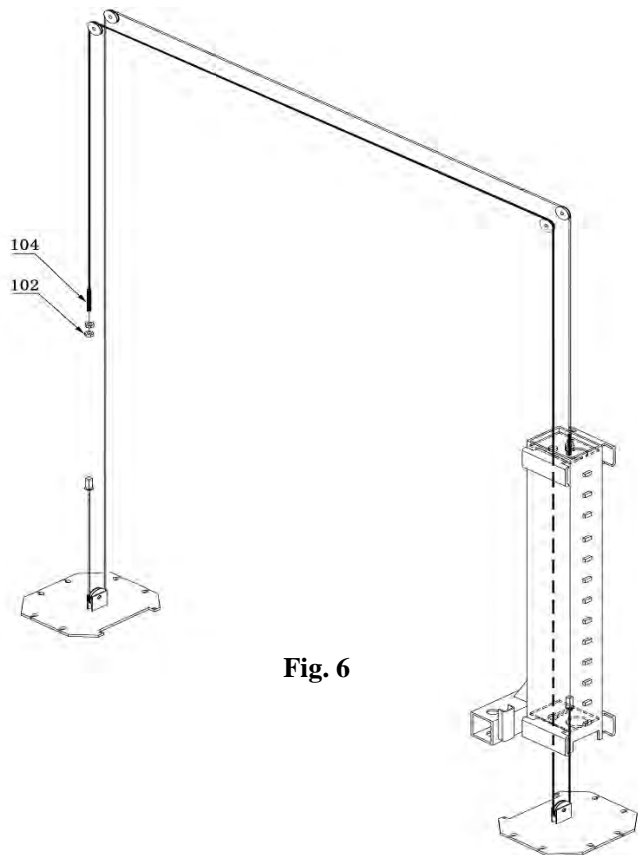

Fig. 6
STEP 8: Install Cable (*see Fig. 6*)